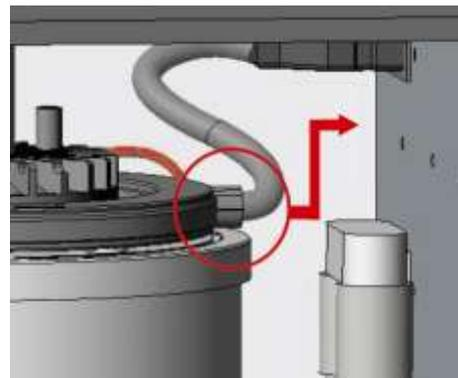

Fig. 35
- B. Inserire il cilindro nella flangia inferiore avendo cura di posizionare il cavo di connessione come in Fig. 35.